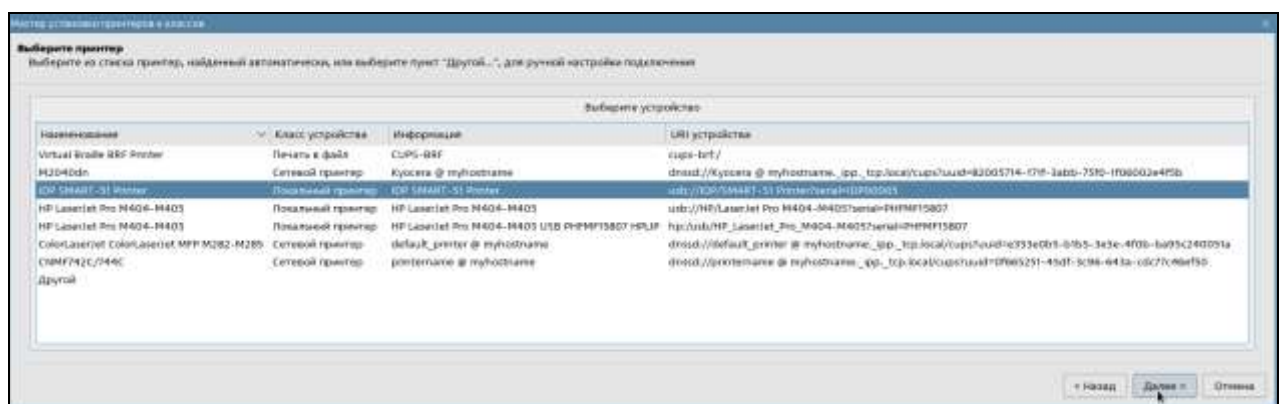

Рисунок 4 — Мастер установки принтера. Выбор принтера из списка
5) На странице выбора принтера выбрать модель принтера печати этикеток (Рисунок 4);